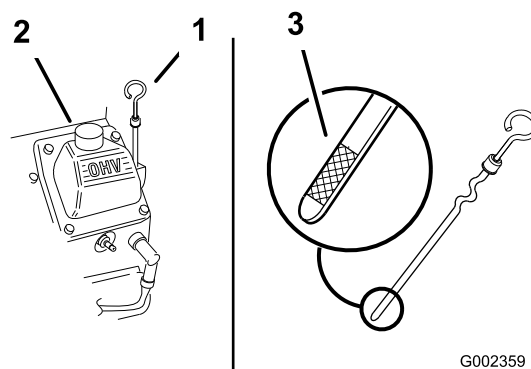

Рисунок 163
- Очистите место вокруг крышки маслосливной горловины и щупа (Рисунок 163).